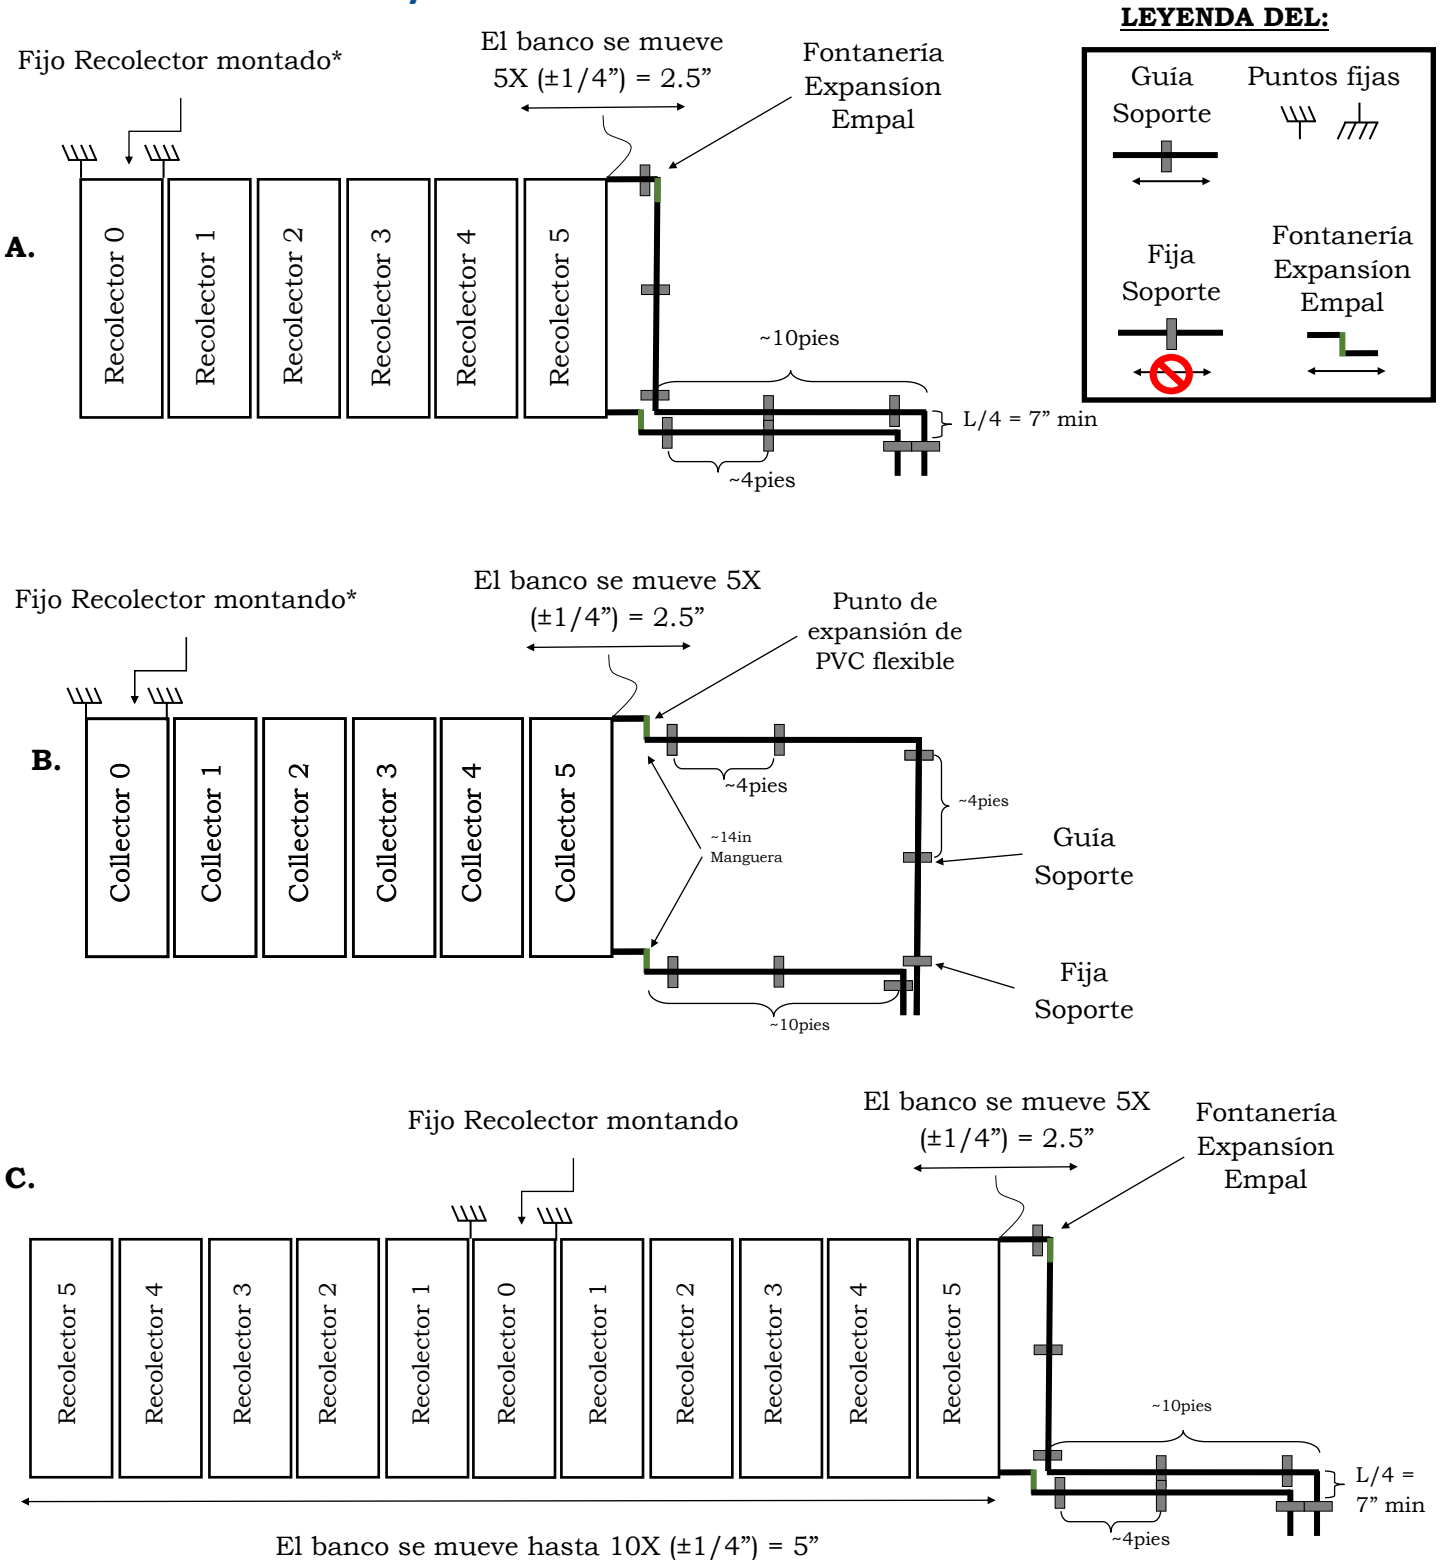

Figura 22 | Montaje en banco y fontanería
*Se recomienda que el Recolector Montado Fijo esté en el punto más central de un banco como se ve en la imagen **C** de **Figura 22** cuando sea posible.